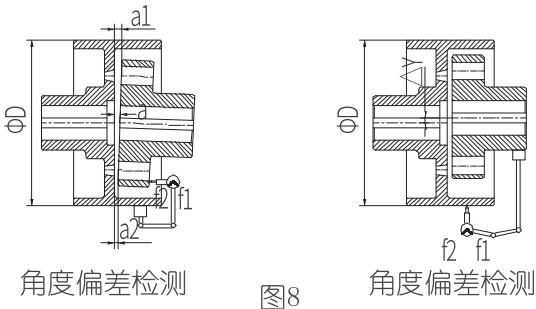

图8
- ◆ 安装块式制动器制动轮联轴器时，务必调整好同轴度，同轴度误差大会增大机械振动, 导致轴承过早破坏影响齿轮接触。如下图8所示，输入轴与驱动轴通过联轴器安装后，必须用表找正，有关检测参数推荐满足下表《同轴精度表》要求后，设备方可生产运行。